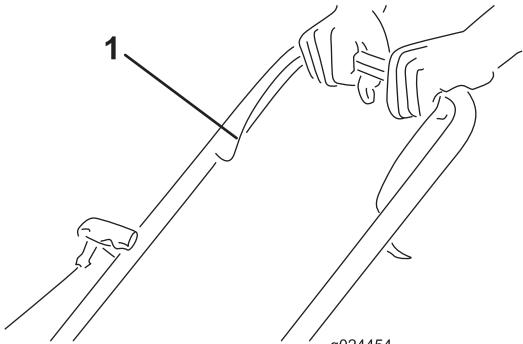

Figure 11
- Maintenez la barre de commande de la lame contre le guidon (Figure 11).